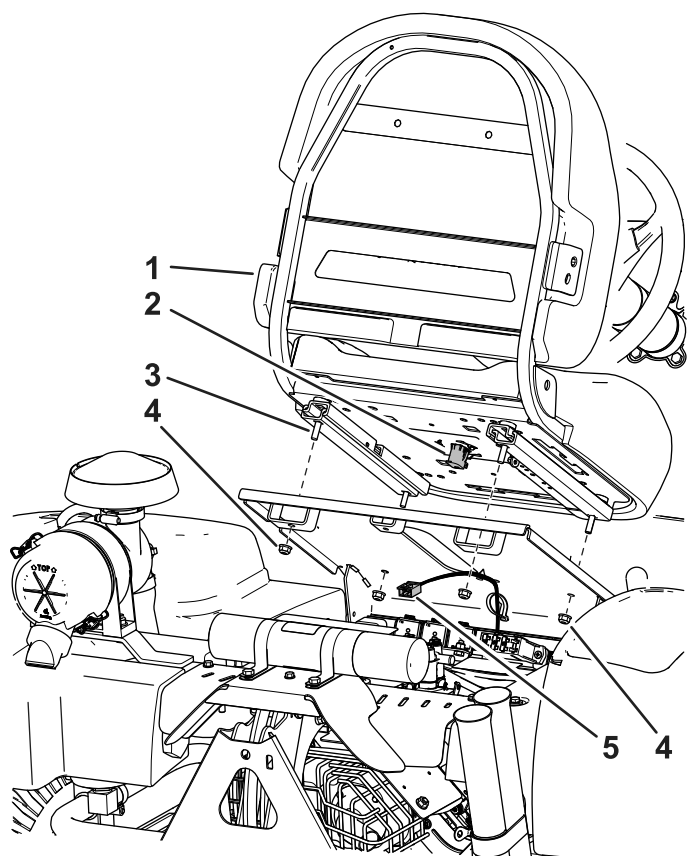

Figura 4
3. Prenda o banco à base do banco com as quatro porcas previamente removidas; consulte a Figura 4.
4. Localize a cablagem da máquina e ligue-a ao interruptor do banco (Figura 4).